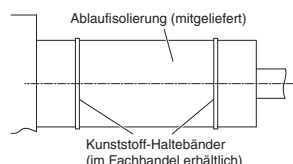

Abb. 3-10
- (2) Nach Kontrollieren des Ablaufs das mitgelieferte Abdichtmaterial und die Isolierung um das Rohr wickeln, dann mit den Halteklammern sichern. (Abb. 3-10)